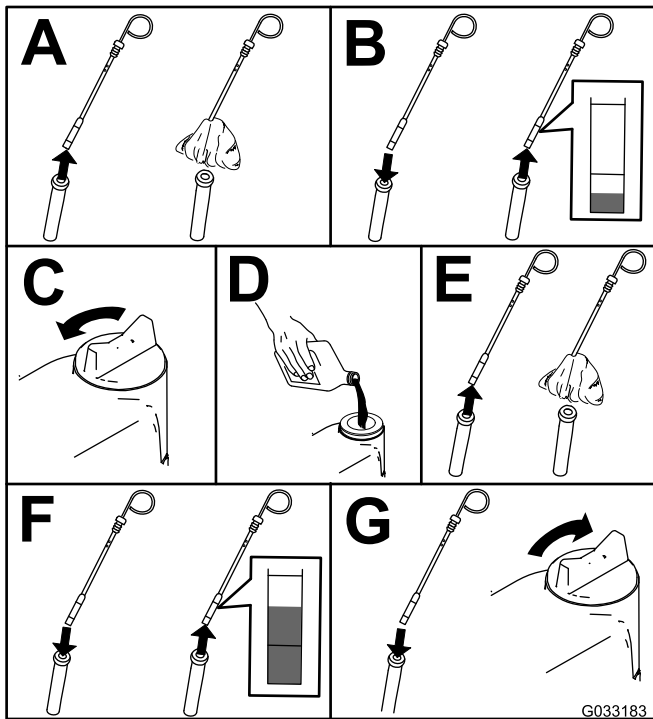

Figura 52
2. Controllate il livello dell'olio motore (Figura 52).